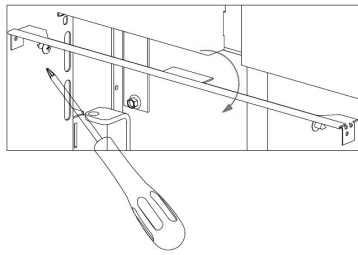

Fig. 54 - Αφαίρεση προφίλ
- Ξεβιδώστε τις 4 βίδες και αφαιρέστε τα μαύρα προφίλ πάνω και κάτω από την πόρτα (βλ. **Fig. 54**).